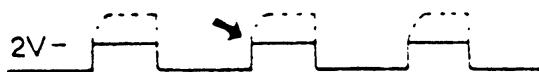
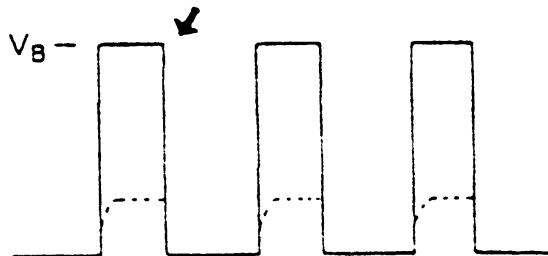

图 3-25 点火线圈不正常波形 (例 1)
图 3-26 功率晶体管不正常波形 (例 2)
(5) 如果在点火初级回路断路, 波形特性(起动发动机时)如图 3-25 所示, 无法看到波形建立部分的右上方, 且电压值约在 2V 以下。如果在功率晶体管有故障, 波形(起动发动机时)特性如图 3-26 所示, 功率晶体管在 ON 位置时, 波形为电源电压之矩形波。